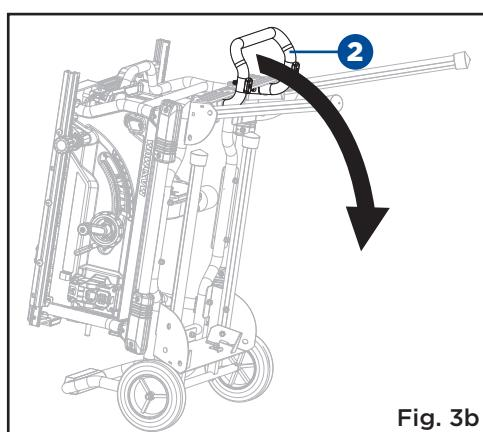

Fig. 3b
- Saisissez la poignée I (2) fermement et inclinez lentement la scie jusqu'à ce que la scie soit en équilibre sur le sol. (Fig. 3b-3c)